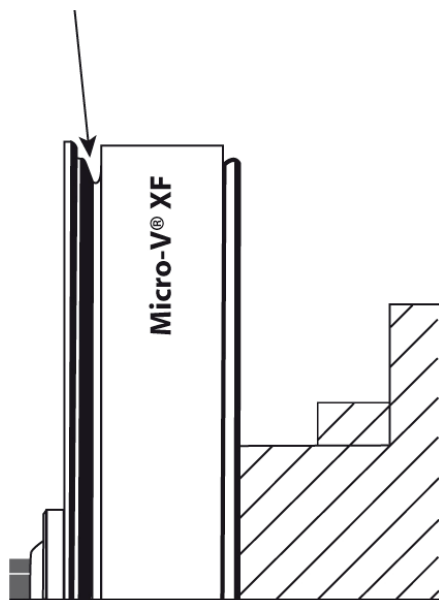

Fig. 1
- o Se la pompa del servosterzo è guidata da una cinghia: la cinghia deve essere posizionata sul lato interno delle puleggie (Fig 1)